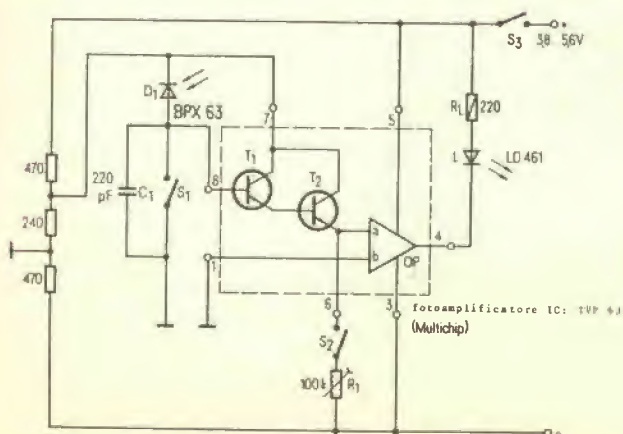

Fig. 2 - Circuito dell'esposimetro automatico con circuito integrato realizzabile con il nuovo dispositivo TPV 63.
L'esposimetro automatico, il cui circuito è illustrato nella *fig. 2*, opera nel modo seguente: il fotodiodo BPX 63 (D1) si trova sempre sotto l'influsso luminoso ed inizialmente è cortocircuitato dal commutatore S1. Il dispositivo viene inserito tramite il commutatore S3 dell'alimentazione. In questo istante la tensione all'ingresso non invertitore a di OP è negativa: perciò, si ha passaggio di corrente nella resistenza di carico (RL). Dopo pochi millisecondi S1 si apre, mentre S2 rimane aperto durante tutto il processo di esposizione. C1 si carica per la corrente del fotodiodo (D1) ed i due transistori (T1, T2) amplificano la corrente fotoelettrica.
va più alta. Una successiva divisione binaria genera l'ottava superiore e le ottave più basse. L'accordo dipende soltanto dalla stabilità del cristallo. Una determinata nota viene scelta ponendo a massa un dato punto del circuito, in modo da generare il valore opportuno di N , mentre l'ottava può venire selezionata mediante un normale commutatore od un selettore elettronico. I circuiti integrati 8281 sono prodotti dalla Signetics. Se si prendono diverse ottave insieme, sommandole con una rete resistiva, si ottiene in uscita un dente di sega lineare (*fig. 2*). Nei circuiti formatori di timbro, le onde quadre sono utili per l'imitazione dei clarinetti e di qualche altro strumento a canna, ma il dente di sega lineare, che contiene tutte le armoniche, è il più adatto per la maggior parte degli altri strumenti. All'ascolto esso dà un suono simile a quello prodotto dagli strumenti ad arco, e, se opportunamente filtrato da un filtro passa-banda, produce un suono simile a quello dei corni.
Fig. 2 - Le onde quadre che escono da un divisore contengono solo armoniche dispari. Si possono ottenere tutte le armoniche costruendo, come illustrato, un'onda che si avvicini ad un dente di sega lineare; in essa sono presenti tutte le armoniche, eccetto quelle di ordine 16, 32 e 48.